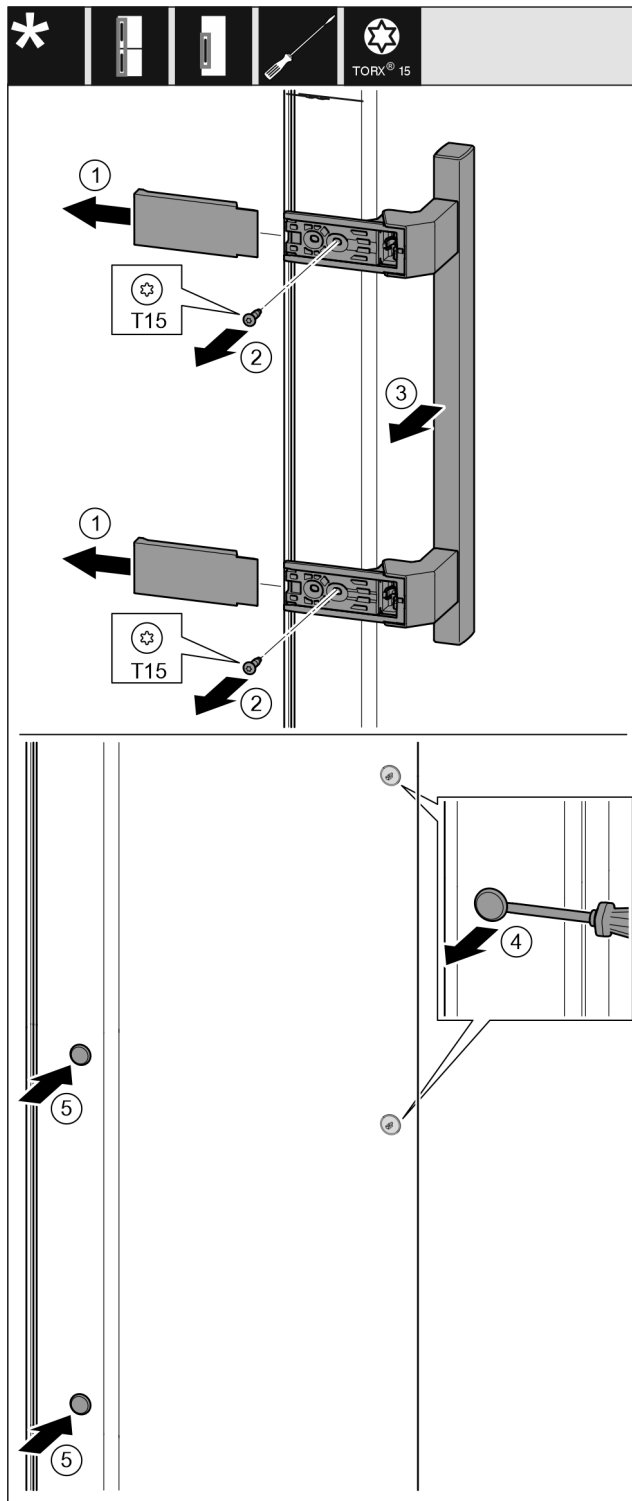

Fig. 19
- ▶ Αφαιρέστε το κάλυμμα. Fig. 19 (1)
- ▶ Ξεβιδώστε τις βίδες με κατσαβίδι T15. Fig. 19 (2)
- ▶ Αφαιρέστε τη λαβή. Fig. 19 (3)
- ▶ Ανασηκώστε προσεκτικά και τραβήξτε έξω την πλαϊνή τάπα με ένα ίσιο κατσαβίδι. Fig. 19 (4)
- ▶ Τοποθετήστε ξανά την τάπα στην άλλη πλευρά. Fig. 19 (5)